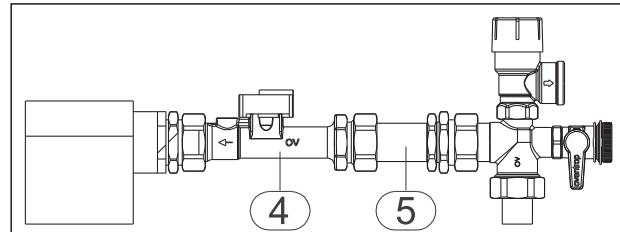

Abb. 2: Montage Vortex Volumenstromsensor
- Flügelrad Volumenstromsensor (Pos. 3) demontieren. Beiliegenden Vortex Volumenstromsensor (Pos. 4) zusammen mit dem Stutzen (Pos. 5) wie in Abb. 2 dargestellt montieren.